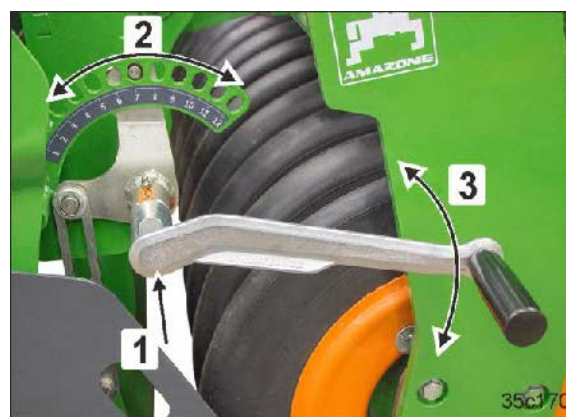

Fig. 129
1. Ta betjeningsverktøyet ut av parkeringsposisjonen (Fig. 60/1, se side 78) og sett det på innstillingsanordningen (Fig. 129/1).
Hold betjeningsverktøyet (Fig. 129/3) med fast grep i posisjon før løsning av låsen!
3. Drei (Fig. 129/2) betjeningsverktøyet for å stille inn ønsket høyde på planeringsbjelken (Fig. 129/3).